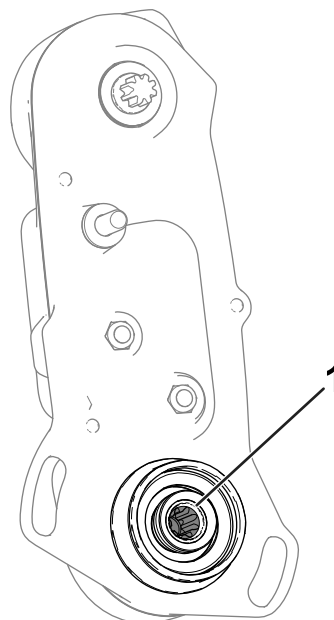

Figura 13
3. Verifique o interior do veio de transmissão do cilindro (Figura 13) para ver se existe qualquer resto de lubrificante.